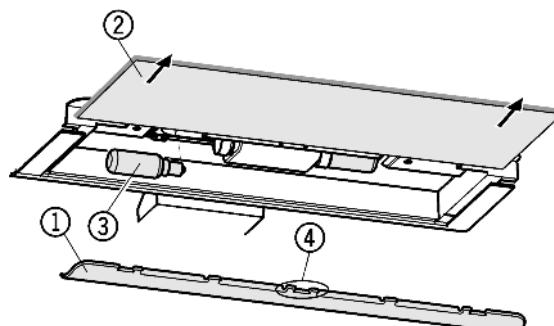

Fig. 23
- ▶ Снятие накладки Fig. 23 (1): сзади возмитесь пальцем за накладку и снимите её с фиксатора.
- ▶ Извлеките стеклянную полку Fig. 23 (2).
- ▶ Лампу накаливания Fig. 23 (3) заменить.
- ▶ Установка накладки на место: защелкните справа и слева, следя за тем, чтобы средний крюк Fig. 23 (4) захватил стеклянную полку.